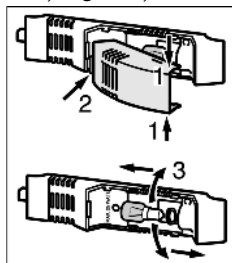

Fig. 16
- Apucați capacul becului sus și jos Fig. 16 (1).
- Decuplați și desprindeți capacul becului în partea din spate Fig. 16 (2).
- Înlocuiți lampa Fig. 16 (3).